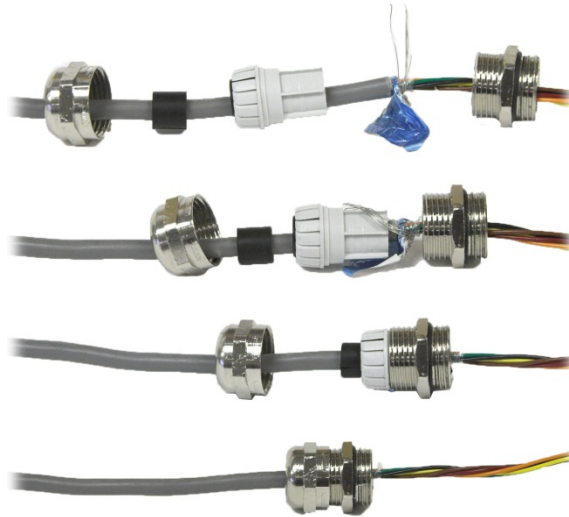

Figura 2-21: Aterrizaje del blindaje del cable
5. El blindaje del cable debe aterrizarse en la caja del IND570 al separar los alambres del cable como se muestra en la parte superior de la Figura 2-21, y entonces doblándolos hacia atrás sobre el componente de plástico del casquillo del cable antes de presionarlo en el cuerpo roscado.